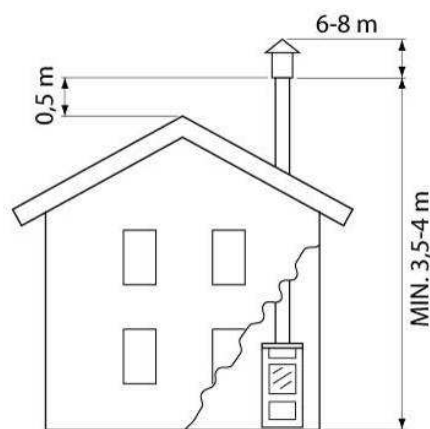

Fig.4
necesario adoptar las alturas mínimas presentadas en fig. 4 y en fig. 5.
- El caballete deberá ser con deflector y deberá superar la altura de la cumbrera del tejado fig. 4 y fig. 5.
- Eventuales construcciones u otros obstáculos que superan la altura del caballete no deberán encontrarse por debajo del caballete mismo (fig.4).